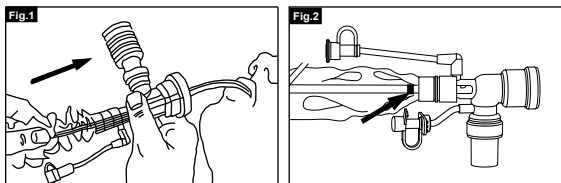

Fig. 1
1. Toujours stabiliser le système d'aspiration fermé TruTest® et l'adaptateur endotrachéal (ET) d'une main tout en poussant le cathéter dans la sonde endotrachéale avec le pouce et l'index de la main opposée (fig. 1).